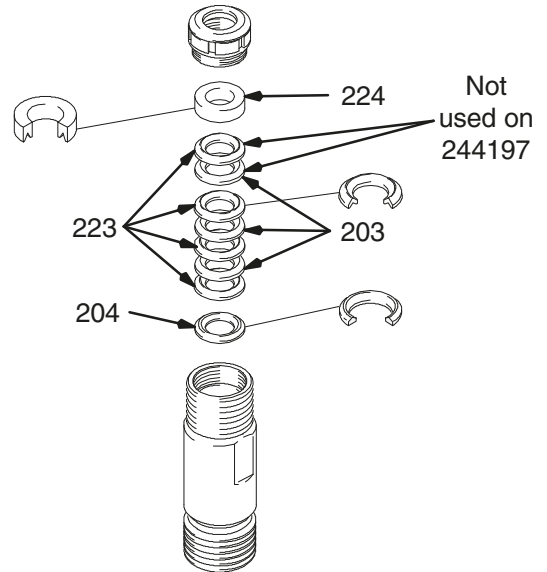

Abb. 12
Abb. 12. Vor dem Zusammenbauen alle Lederpackungen mindestens 1 Stunde in SAE 30W Öl einweichen. Stützring (204) in den Zylinder geben. Abwechselnd UHMWPE- (203) und Leder- (223) Packungen (auf Ausrichtung achten) einlegen. Gegenring (224) von oben in den Zylinder geben. Packungen gut setzen.